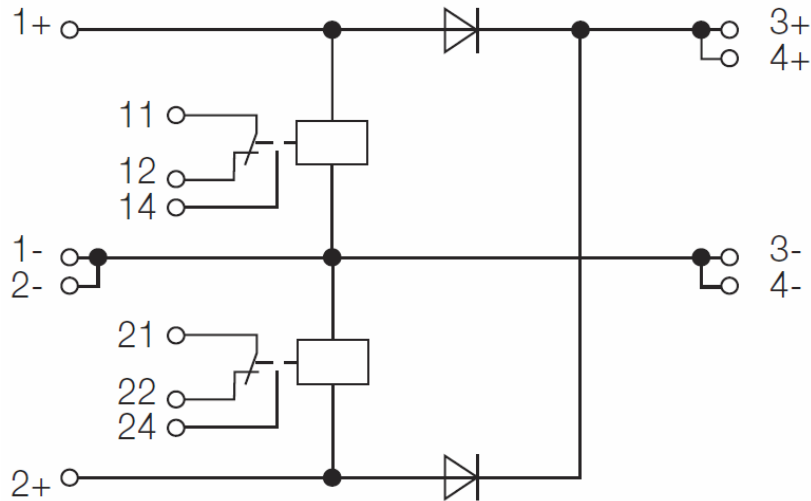

Рисунок 2. Принципиальная схема ДМ
1.3.2 Принципиальная схема ДМ приведена на рис. 2.